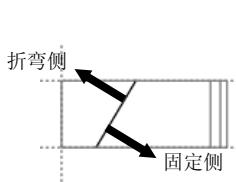

图 11.3.4 选择折弯侧和固定侧
Step8. 选择折弯侧。此时系统提示 **指明在图元的哪一侧创建特征...**，在 **BEND SIDE (折弯侧)** 菜单中选择 **Flip (反向)** 命令，使箭头指向另一侧（图 11.3.4），然后选择 **Okay (确定)** 命令。
Step9. 选择固定侧。此时系统提示 **箭头指示着要固定的区域。拾取反向或确定...**，选择 **Okay (确定)** 命令，使固定侧箭头指向如图 11.3.4 所示。